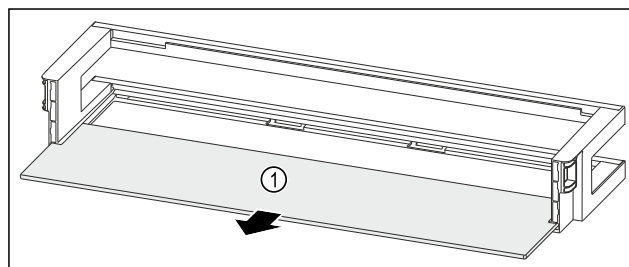

Fig. 171 Türabsteller mit Abstellfläche
- Abstellfläche Fig. 171 (1) entnehmen.